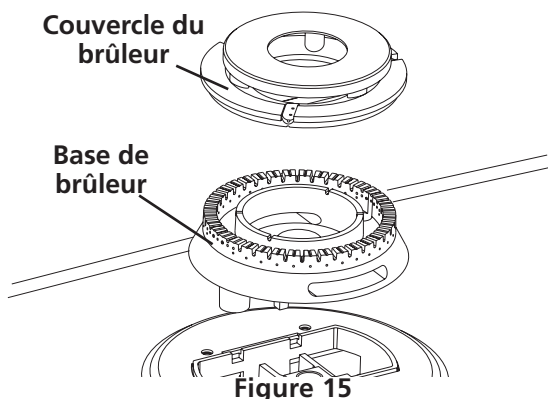

Figure 15
C. Brûleur triple (si présent): Enlevez les rubans adhésifs. Enlevez le couvercle et la base du brûleur. Retirez et jetez le matériel d'emballage. Remplacez la base et le couvercle du brûleur triple. **Attention de ne pas endommager les électrodes lorsque vous placez la base du brûleur sur l'ouverture de gaz.** Assurez-vous que l'électrode est correctement insérée dans l'ouverture prévue à cette fin sur la base du brûleur (Figure 15).